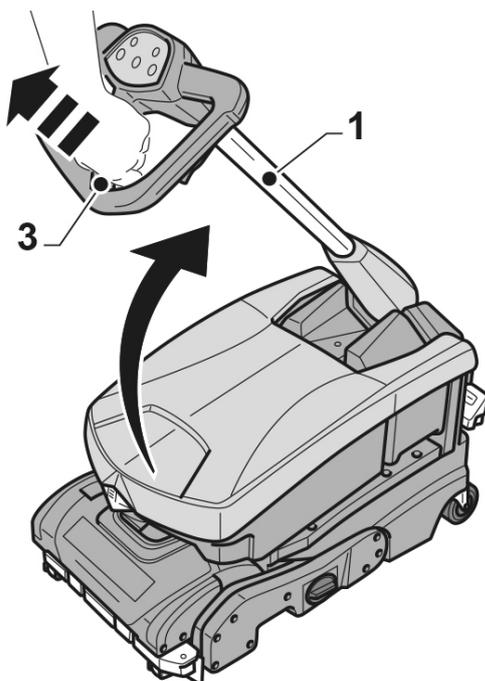

Abb. 8: Positionierung der Handstange
**Positionierung der Handstange (Abb. 8)**